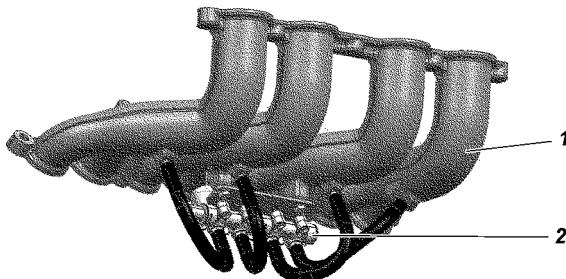

Рис. 9. Установка газовой рампы:
Управление оборудованием и подачей газа, электронный блок управления осуществляет путем управления электромагнитными клапанами 2 (рис.9), в соответствии со временем впрыска бензинового ЭБУ, которое преобразуется/ пересчитывается во время впрыска для газовых форсунок. Система регулирует образование газово-воздушной смеси, соблюдая те же стратегии управления бензинового ЭБУ и оптимизируя в режиме реального времени, количество подаваемого топлива для достижения наилучшего состава смеси газ-воздух, в том числе с учетом норм по выбросам, вне зависимости от внешних условий (таких, как температура) и состава топлива. Система управляет всеми фазами работы двигателя, от режима холостого хода до экстремальных, переходных и рабочих режимов, соблюдая первоначальные/
- плавно открыть расходный вентиль 2 (рис. 9) на мультиклапане баллона (или убедиться в том, что он открыт);